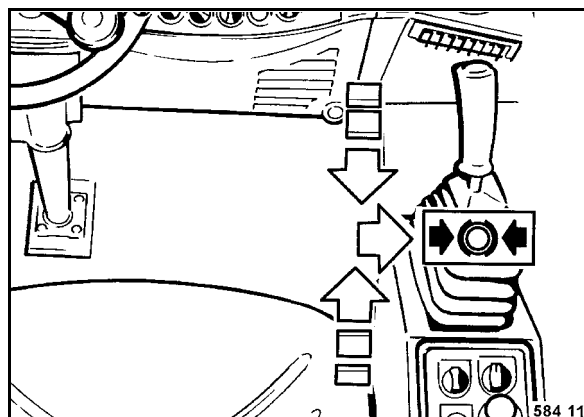

Fig. 31
- Comprobar si la palanca de marcha (Fig. 31) está encajada hacia la derecha en posición de frenado.